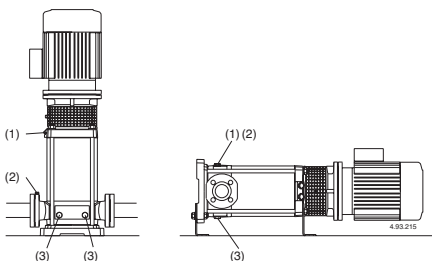

Рис. 4 (1) Наполнение и отдушина
При положении насоса выше уровня перекачиваемой жидкости (работа в режиме всасывания, рис. 3А) или при недостаточной высоте напора (менее 1 м) для открытия обратного клапана наполните всасывающую трубу и насос через соответствующее отверстие (1) (рис. 4).
Во время наполнения винт со штифтом (14.17) в сливной пробке (14.12) должен быть откручен, чтобы имелось соединение между камерой подающей части и камерой всасывающей части (рис. 4а).
Рис. 4а Наполнение: внутренний проход открыт
Рис. 4б При работе: внутренний проход открыт
При работе под гидравлическим напором (рис. 3В) наполняйте насос, медленно открывая задвижку на всасывающей трубе до полного раскрытия; при этом, задвижка в подающей трубе и отдушины (1) и (2) должны быть полностью открыты (рис. 4), чтобы выпустить воздух.
Закрыть отдушину (1) и (2) (рис. 4).
Для MXV-B, MXV(L) 25–32–40 и MXV(L)4 25–32–40 Затяните игольчатый винт (14.17) в сливной заглушке (14.12) (рис. 4б) и закройте отверстие для выпуска воздуха (14.04).
Если заливка прерывается (непостоянный поток на подаче при открытых задвижках) или если давление на манометре колеблется, провести повторный выпуск воздуха на всасывании (2), проверить герметичность всех соединений всасывающей трубы и крепко затянуть выпускную заглушку (2) и сливные заглушки (3) со стороны всасывания (рис. 4).
По возможности, как в случае временной работы с грязными жидкостями, прокачайте через насос немного чистой воды для удаления осадков. Либо, после слива воды, промойте насос, залив не менее 4 л чистой воды в заливочное отверстие (1) со стороны подачи и дав ей выйти через сливное отверстие (3) со стороны всасывания (рис. 4).
Перед разборкой насоса отсоединить провод от зажимной коробки, закройте задвижки на всасывании и подаче и слейте жидкость из корпуса насоса (рис. 4).